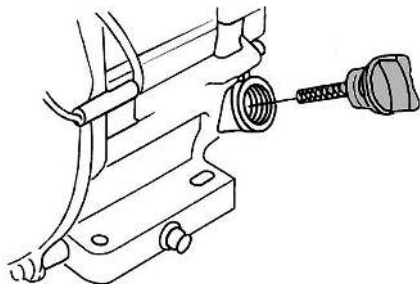

Рис. 12 Крышка-щуп маслозаливной горловины
2. Открутите крышку-щуп маслозаливной горловины и извлеките щуп (Рис. 12).
2. Выкрутите крышку-щуп маслозаливной горловины и извлеките щуп (Рис. 12).